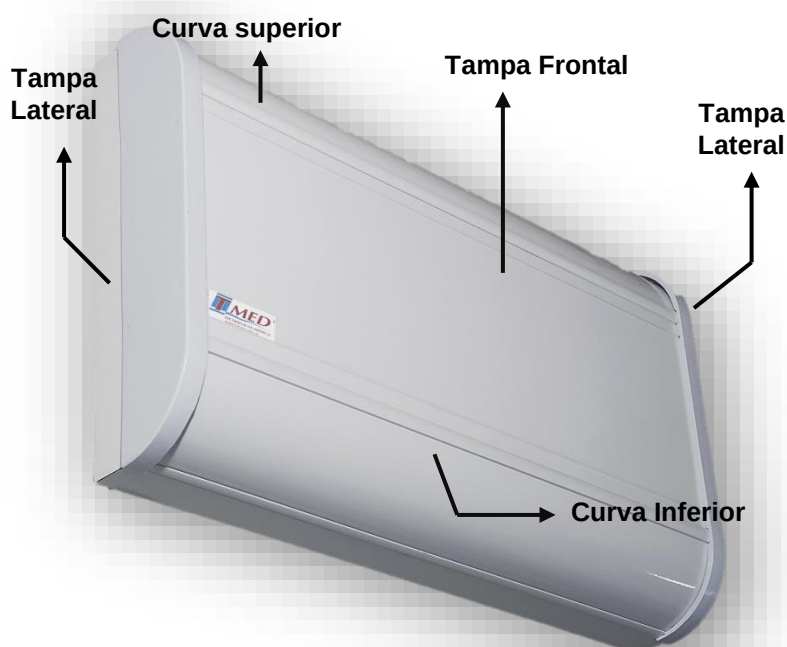

Figura 15 – Painel Concentrador
- c. Remova as tampas laterais, a tampa frontal, a curva superior e a curva inferior do Painel Concentrador. Veja a **Figura 15** abaixo.
- d. Localize os furos de fixação do painel. Eles ficam nas extremidades do perfil largo. **Figura 15.** Use quatro buchas número 8 e parafusos para fixação do painel na parede.